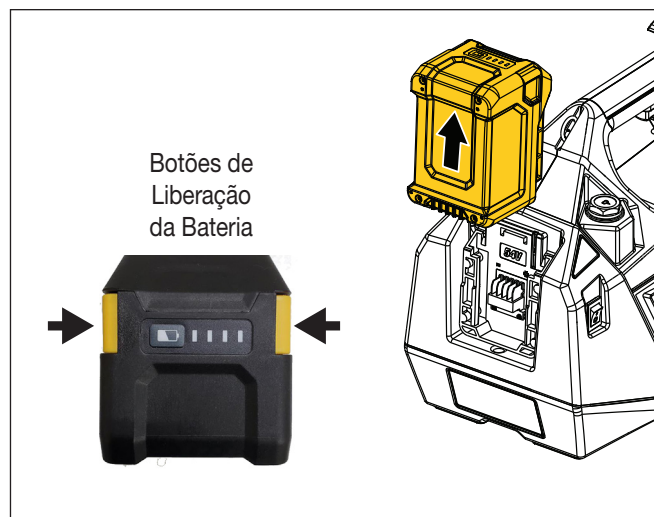

Figura 4: Remoção da Bateria (típica)
- **Para remover a bateria:** Pressione e segure os botões de liberação localizados em ambos os lados da bateria. Em seguida, deslize a bateria para fora da interface da bateria e remova-a da ferramenta à bateria. Veja Figura 4.